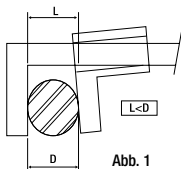

Abb. 1
- Beim Messen die Maßschenkel nicht fest zusa mmendrücken (Abb. 1).